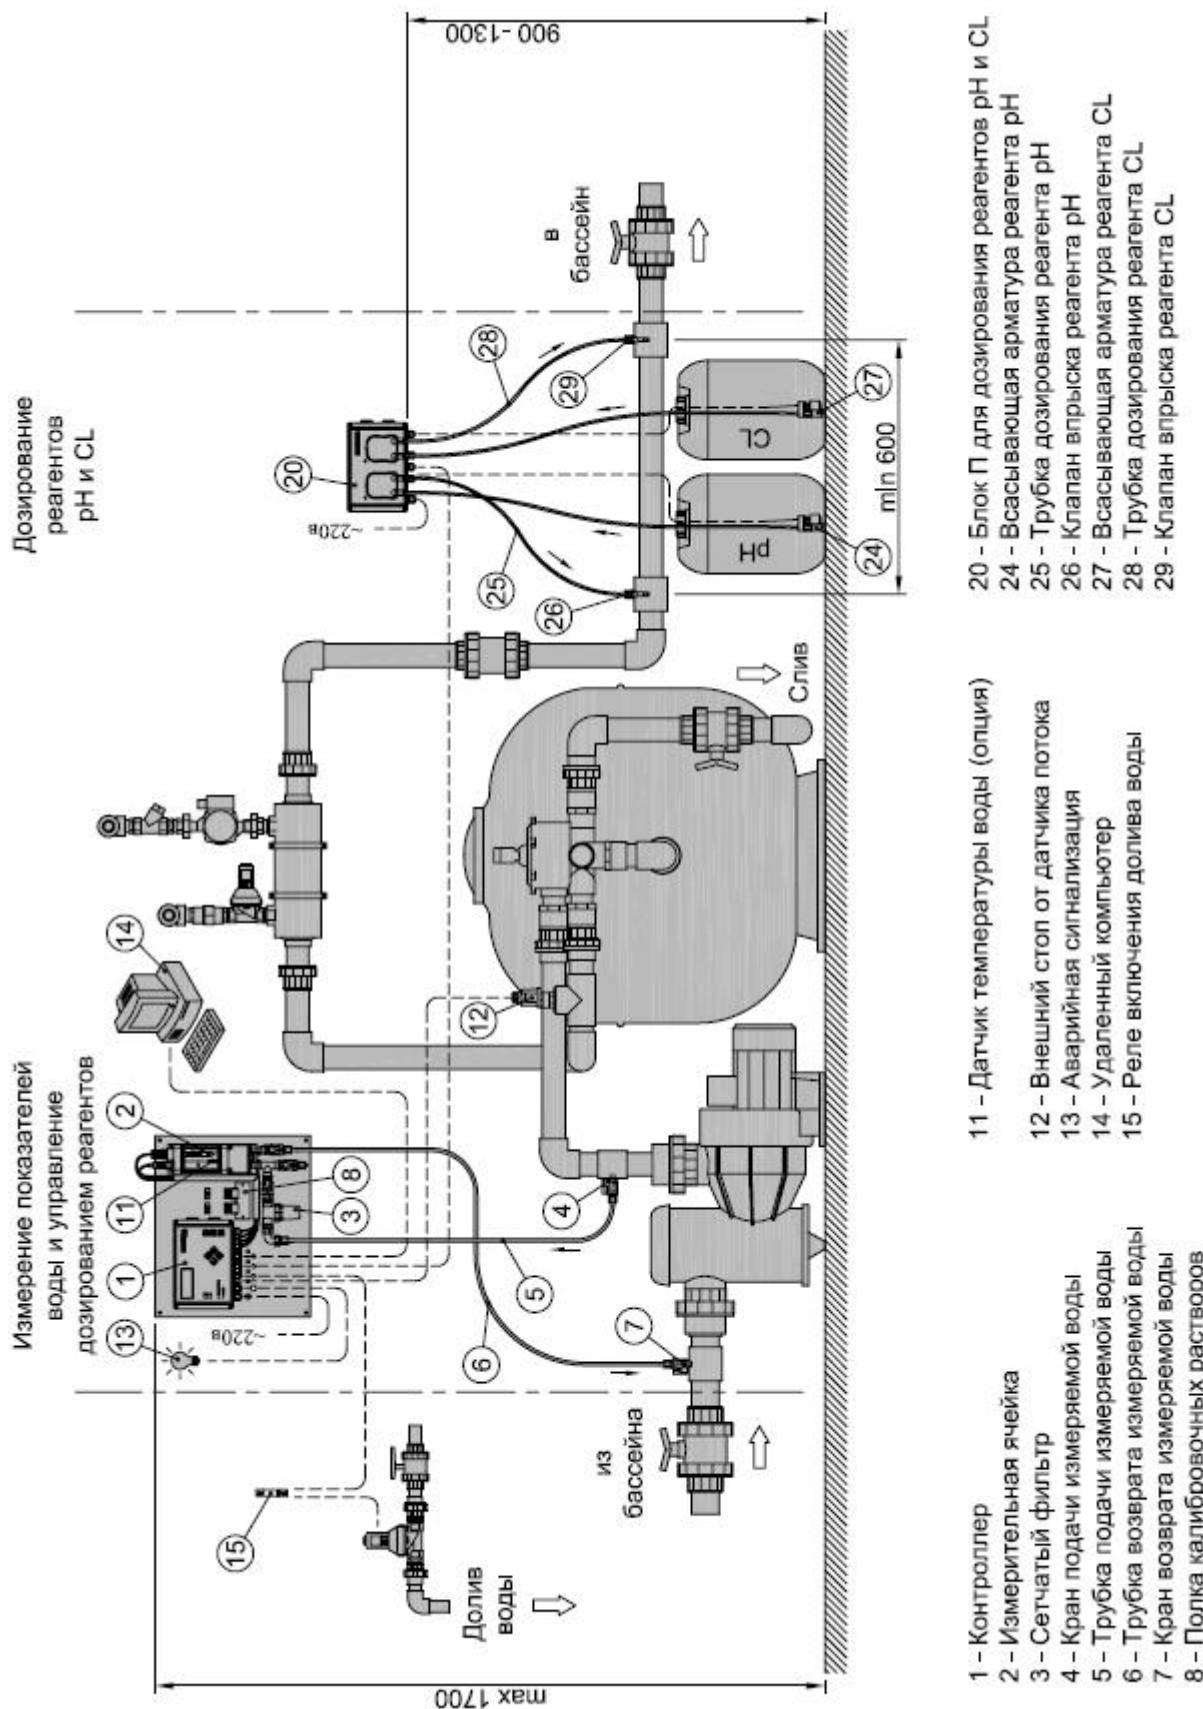
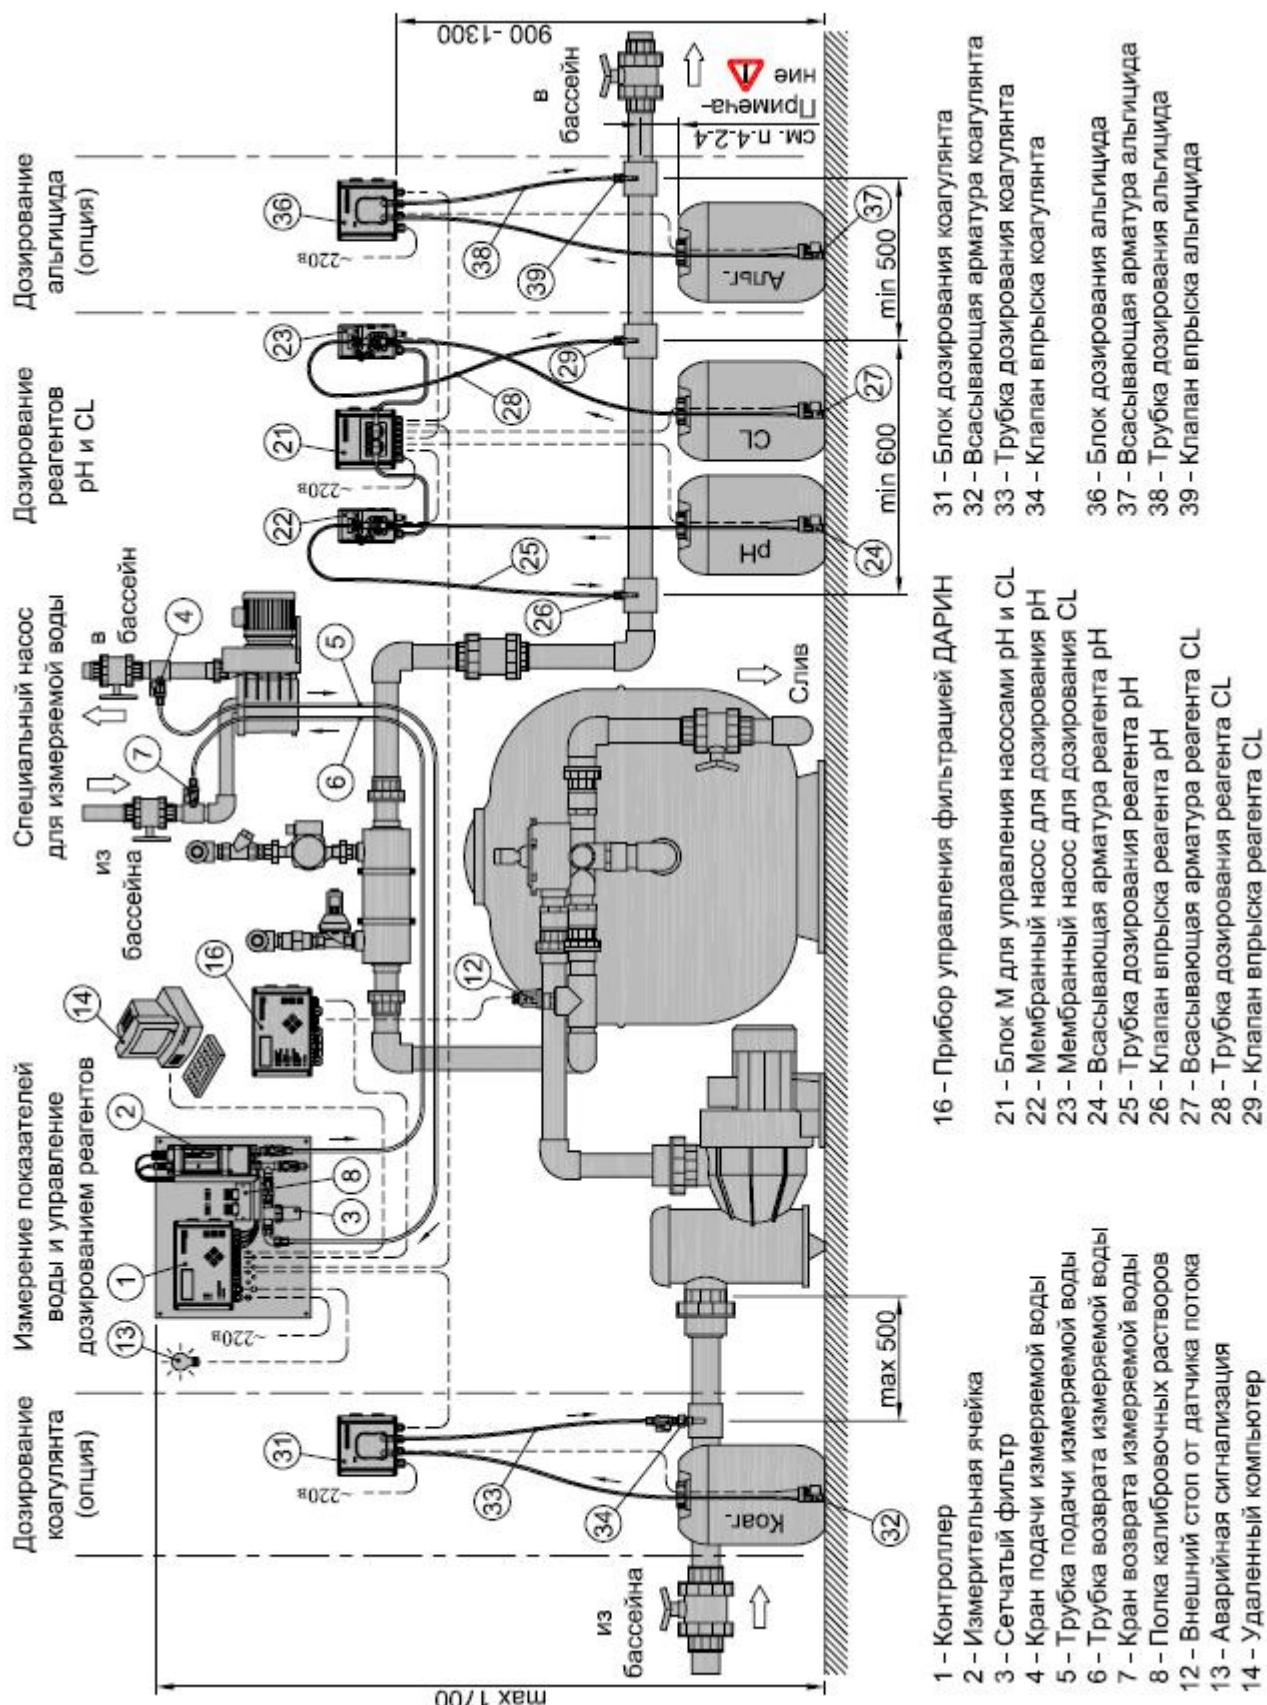

Рис.1 Схема размещения комплекта оборудования "Кристалл Г" с опцией измерения температуры
Рис.2 Схема размещения комплекта оборудования "Кристалл M" или "Кристалл" с опциями коагуланта и альгицида
На рис.1 изображен монтаж системы «Кристалл П» с дополнительной опцией измерения температуры и отбором воды для измерений из трубопровода фильтрации, а на рис.2 – монтаж системы «Кристалл М» или «Кристалл» с дополнительными опциями дозирования коагулянта и альгицида и с отбором воды для измерений непосредственно из ванны бассейна с использованием специального насоса.
Установленные в ячейке измерительные электроды, омываемые измеряемой водой, формируют электрические сигналы, по которым контроллер определяет текущие значения показателей воды (pH, Rx, CL) и, в свою очередь, исходя из этих значений, формирует управляющие команды для дозирующих насосов pH и CL. Эти управляющие команды поступают, в зависимости от комплектации, либо, как это изображено на рис.1, в «Блок П» (20) со встроенными перистальтическими насосами pH и CL, либо, как это изображено на рис.2, в «Блок М» (21), который управляет внешними мембранными насосами pH (22) и CL (23).
Для учёта температуры воды при измерении её показателей в измерительную ячейку (как дополнительная опция) может быть установлен датчик температуры (11), как это показано на рис.1.
Дозирование реагентов прекращается также при отсутствии потока воды в трубопроводе возврата воды в бассейн после фильтрации. Это необходимо для предотвращения дозирования реагентов в трубу с неподвижной водой или без воды. Для контроля потока воды рекомендуется установить в трубопровод специальный датчик потока (12), как это показано на рис.1. Для повышения точности измерения и дозирования в системе предусмотрена задержка включения дозирующих насосов после появления потока воды в измерительной ячейке или после возобновления фильтрации. Длительность этой задержки устанавливает Покупатель в настройках контроллера.
Дозирование реагентов может также прекращаться при включении долива воды в бассейн, если для этого долива используется электромагнитный клапан. В этом случае управление доливом рекомендуется производить через контактор (15), в котором через одну пару контактов подаётся питание к электромагнитному клапану долива воды, а через другую пару контактов в контроллер подается сигнал о включении долива (как это показано на рис.1,18,19). Если нет необходимости или возможности блокировать дозирование реагентов при включении долива воды, то необходимо установить перемычку на клеммы «Долив» внутри контроллера (см. подробнее п.4.3.1).